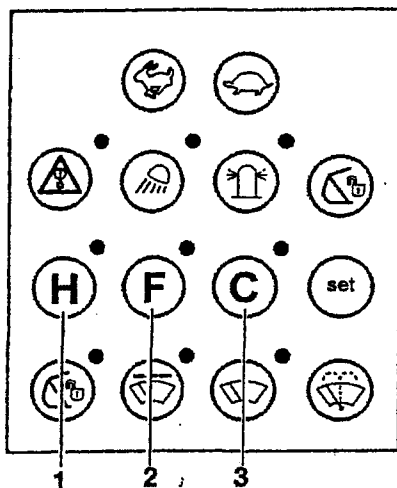

Fig. 22 Clavier principal
Le régime du moteur est réglé à partir des touches sur le levier de commande droit. En outre, le régime et le débit hydraulique sont réglés par les touches de sélection de mode H, F et C sur le clavier principal (fig.22).
- Pour les travaux exigeants – Appuyez sur la touche 1, fig. 22 (Heavy Mode). Le régime du moteur monte alors au maximum, 2250 t/min et le débit hydraulique est aussi au maximum.
- Pour les travaux plus aisés – Appuyez sur la touche 2, fig. 22 (Fine Mode). Le régime du moteur se maintient alors à un niveau moindre, 1900 t/min env. et le débit hydraulique aussi est inférieur ce qui permet une marche plus silencieuse et des économies de carburant.
- Pour programmer votre propre profil de travail – Appuyez sur la touche 3, fig. 22 (Customer Mode). Modifiez ensuite le régime comme d'habitude, avec les touches sur le levier de commande droit. Maintenez la touche enfoncée jusqu'à ce que le régime désiré soit atteint. Mémorisez ensuite ce régime en appuyant sur la touche "Set".